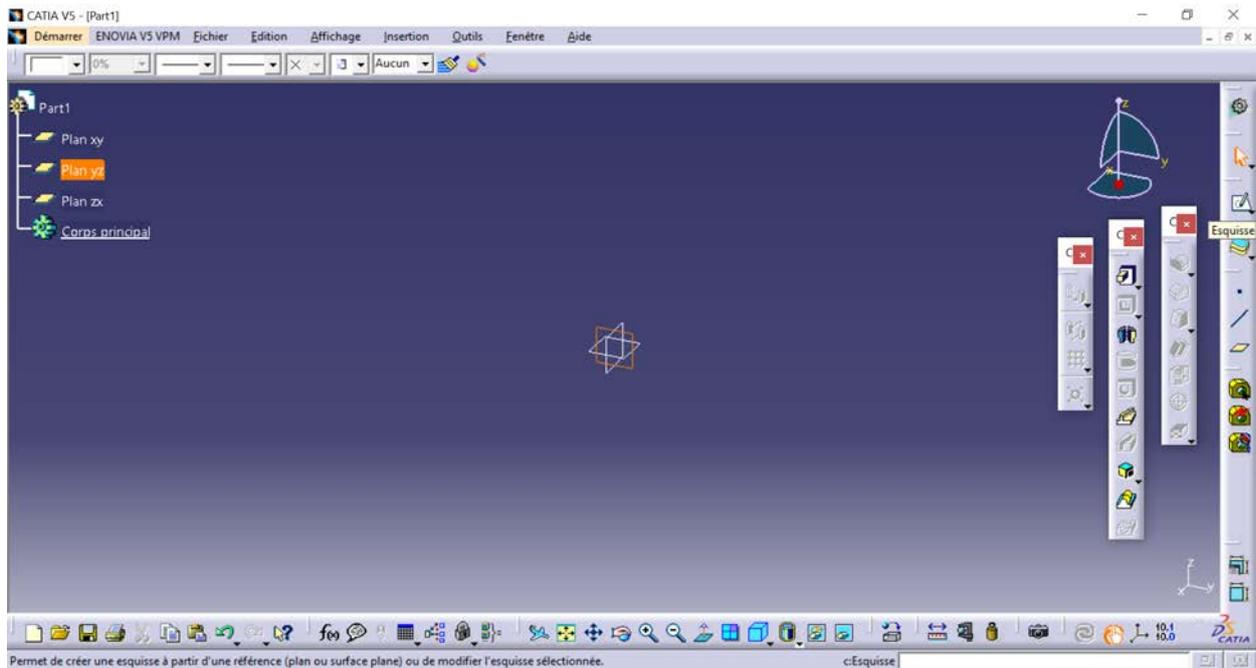

Figure 2.2 Ouverture de l'atelier Sketcher à partir de l'atelier Part Design [1], [2]
- A partir de l'atelier « Part Design » , grâce à la commande « Esquisse »  et en sélectionnant un plan d'esquisse sur lequel seront définis les éléments géométriques 2D (figure 2.2).